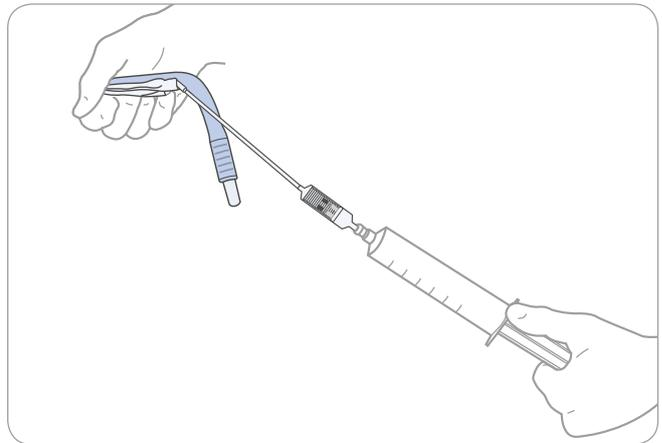

Figura 7. Desinflado del LMA® Gastro™ Cuff Pilot™
1. Después de conectar firmemente una jeringa de al menos 50 ml al orificio de inflado, sujete la jeringa y el dispositivo exactamente como se muestra en la **Figura 7**. Separe la jeringa conectada del dispositivo hasta que la línea de inflado se estire ligeramente, tal y como se muestra. Con guantes, comprima el extremo distal del dispositivo entre el dedo índice y el pulgar mientras extrae el aire hasta alcanzar el vacío.
2. Al desinflarlo, sujete el dispositivo de modo que el extremo distal se doble ligeramente en la parte anterior como se muestra en la **Figura 7**.